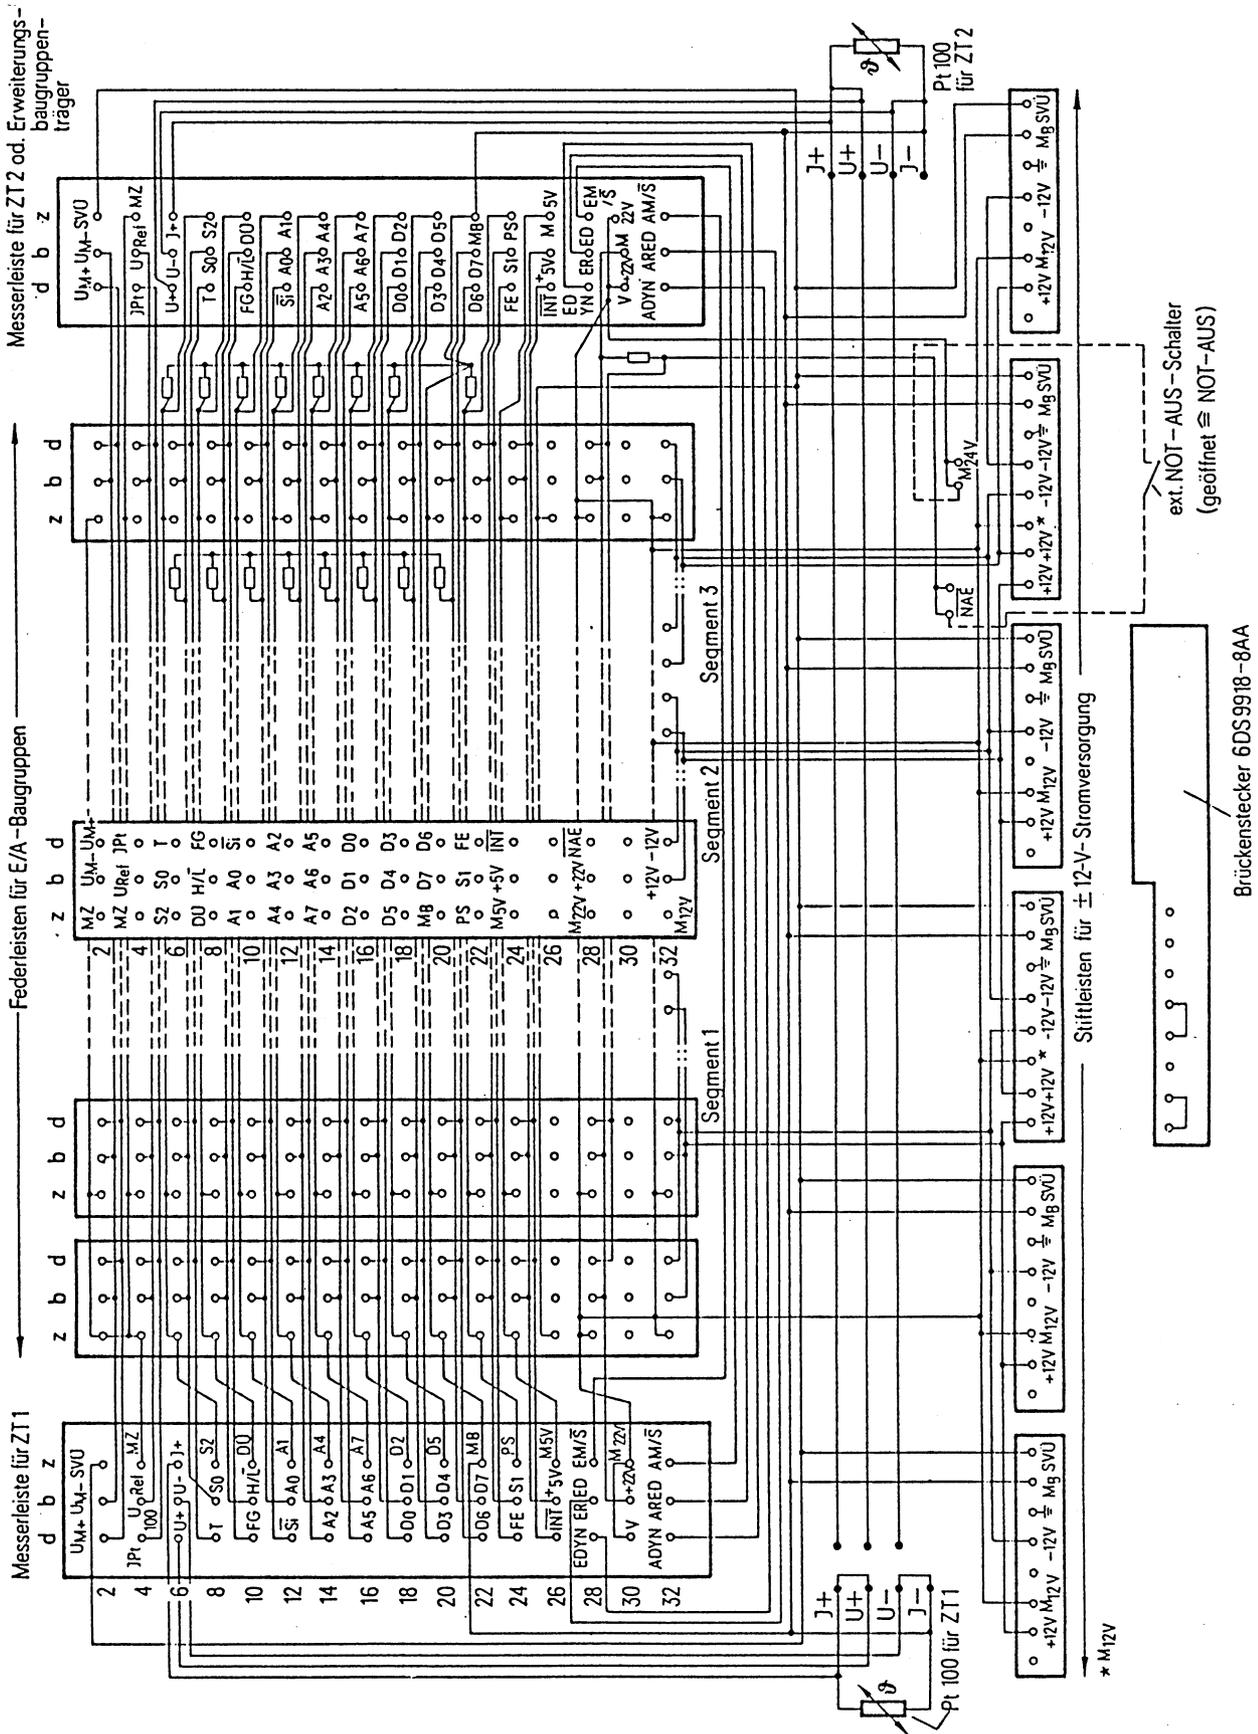

Bild 3.5 Verdrahtung des Grundbaugruppenträgers C79451-A3224-B50
3.1.2 E/A-Baugruppenträger (siehe Bild 3.5)